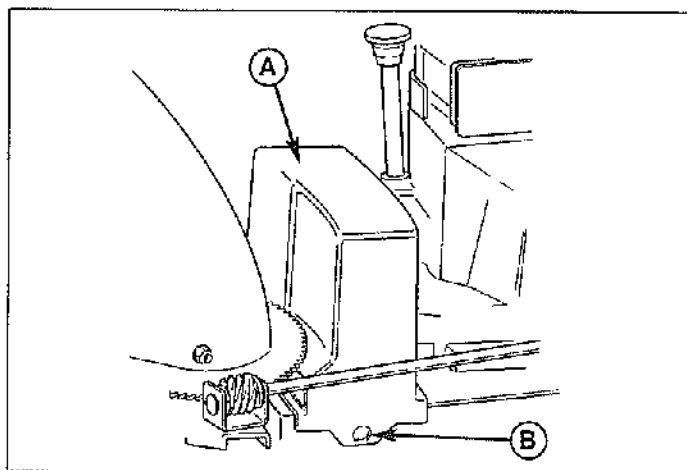

Figure 22. Protège-courroie
1. Couper le moteur, débrancher le câble de bougie et attendre l'arrêt complet de toutes les pièces en mouvement. Tourner la manche d'éjection à fond vers la droite. Desserrer les deux vis (B, Figure 22) de fixation du protège-courroie.